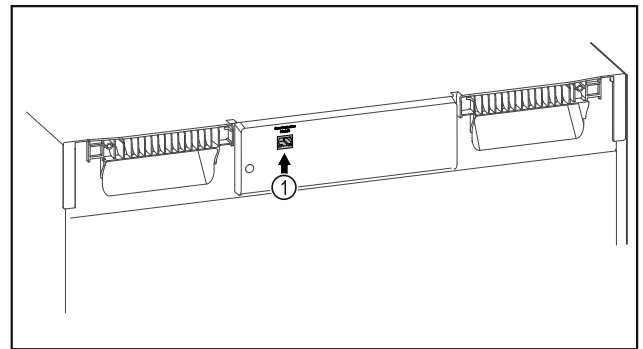

Fig. 82
- SmartModule Fig. 82 (1) er sat i.